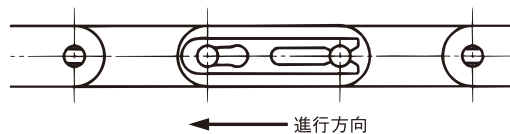

図21. クリップの取付方向
- 3) クリップの取り付け方向は、一般にチェーンの進行方向に対して下図のようになります（図21）